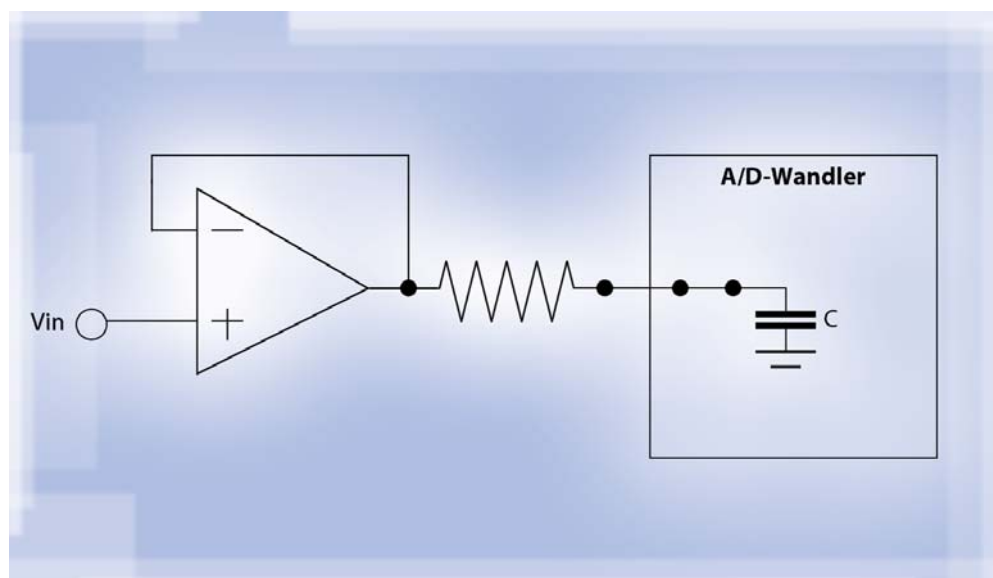

Abb. 4: Analog-Frontend des Wandlers
stärker und Kondensator geschehen (Abb. 4). Der Maximalwert des Widerstandes ( $R_{max}$ ) lässt sich mittels der in Gleichung (3) berechneten Zeitkonstante  $t$  ermitteln: